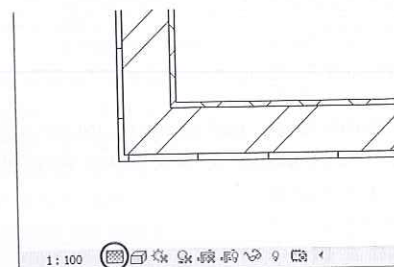

Figura 5.64 – Visualização das camadas.
11. Em seguida, na tela gráfica, selecione o modo de visualização em **Alto** para visualizar as camadas em planta, como mostra a Figura 5.64. O modo **Baixo** não exibe as camadas.